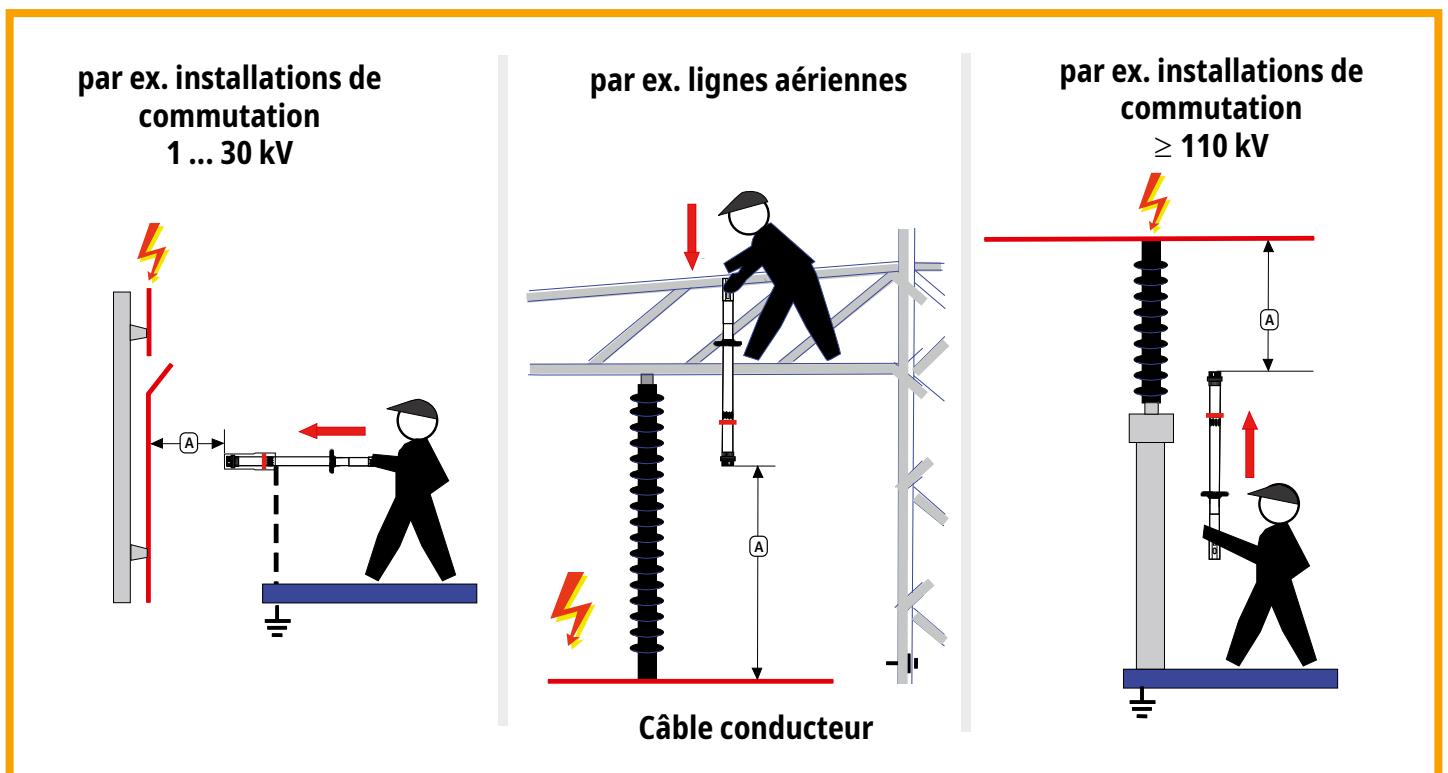

Figure 7 Exemples d'utilisation selon le tableau 2
- ⇒ La position d'utilisation peut être sélectionnée librement (voir figure 7, page 13).
- La partie de l'installation dont l'état de tension doit être vérifié doit être visée avec la tête de travail (figure 7).